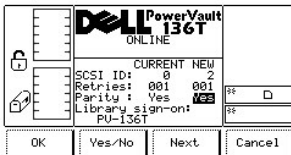

図 66. Setup > Library > SCSI > Parity ダイアログ
- o 次のフィールドが **Parity** フィールドの場合は、図 66 を参照してください。